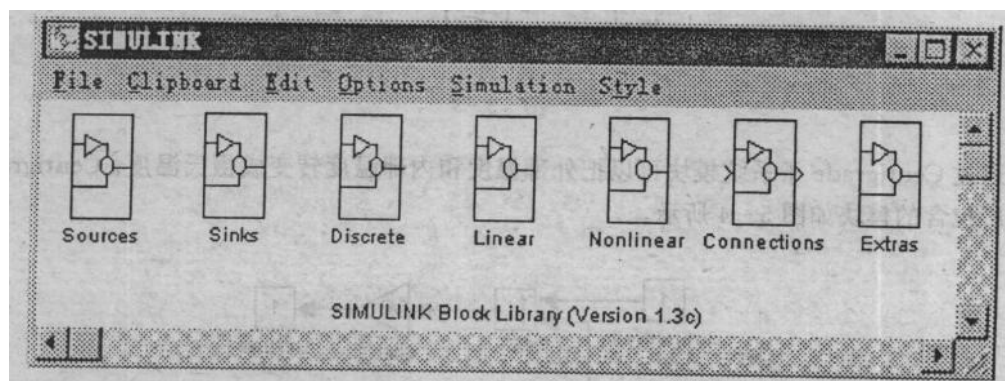

图 5-1
(1) 用鼠标双击 MATLAB 图标来打开 MATLAB 程序。
(2) 在 MATLAB 的命令窗口键入 `simulink` 来运行 SIMULINK,这时 SIMULINK 就显示其所包含的子模型库,如图 5-1 所示。